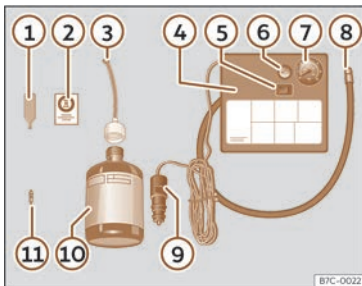

Fig. 261 Représentation standard : contenu du kit anticrevaion.
Le kit anti-crevaion se trouve dans le coffre à bagages, sous le revêtement de plancher. Il inclut les éléments suivants >>> **fig. 261** :
- Dévissez le capuchon et l'obus de la valve du pneu. Utilisez l'appareil >>> **fig. 261** ① pour extraire l'obus. Placez-le sur une surface propre.
- Agitez fortement la bouteille de produit de colmatage des pneus >>> **fig. 261** ⑩.
- Vissez le tuyau de gonflage >>> **fig. 261** ③ sur la bouteille de produit de colmatage. Le plombage du goulot de la bouteille est automatiquement percé.
- Retirez le bouchon du tuyau de remplissage >>> **fig. 261** ③, puis vissez l'extrémité ouverte du tuyau sur la valve du pneu.
- Placez de nouveau l'obus avec l'outil >>> **fig. 261** ① sur la valve du pneu.
- Vissez le tuyau de gonflage du pneu du compresseur >>> **fig. 261** ⑧ sur la valve du pneu.
- Vérifiez si la vis d'évacuation d'air est serrée >>> **fig. 261** ⑥.
- Branchez le connecteur >>> **fig. 261 ⑨** à la prise de courant de 12 volts du véhicule >>> page 276.
- Raccordez le compresseur d'air au commutateur ON/OFF >>> **fig. 261 ⑤**.
- Collez l'autocollant >>> **fig. 261 ②** sur le combiné d'instruments, dans le champ de vision du conducteur.
Revissez le tuyau de gonflage >>> **fig. 261 ⑧** et vérifiez la pression du manomètre **⑦**.